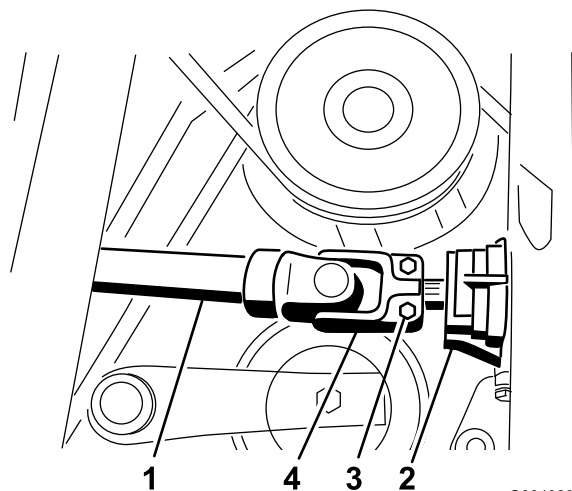

Figura 52
2. Retire el pasador cilíndrico, y desconecte el árbol de transmisión del eje de la caja de engranajes (Figura 52).